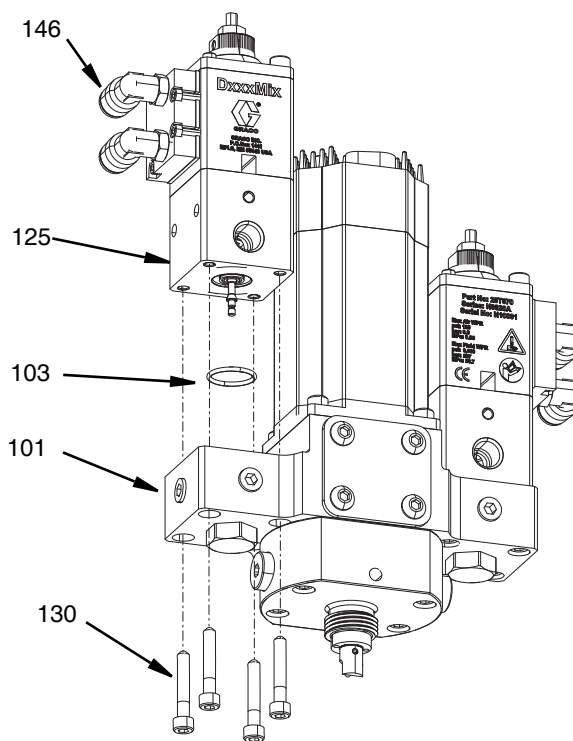

図 28
3. エルボー金具 (146) から 5/16" の丸いナイロンチューブ (144) を取り外してください。
4. バルブ (125) をベースハウジング (101) へ保持している 4 つのネジ (130) を 4 mm 六角レンチで取り外してください。
5. Oリングパッキン (103) を取り除いてください。図 28 を参照してください。